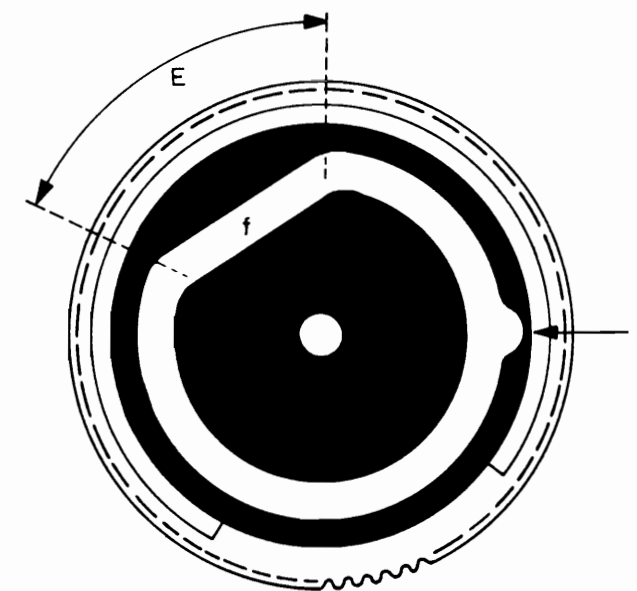

Fig. 2
De rol pos. 105 komt uit het arrêr in de onderzijde van de commandoschijf (fig. 2 pos. H), waardoor de gram pos. 103 linksom draait en het aandrijfwiel pos. 101 in aanraking blijft met de motoras.
De rol pos. 105 valt in het arrêr (fig. 2 pos. H), waardoor de draaiplaat pos. 103 terugdraait en het aandrijfwiel pos. 101 van de motoras wordt gelicht. De commandoschijf staat nu stil. De nok op de beugel pos. 88 is tevens uit een van de groeven a, b of c zodat de beugel pos. 88 met de hierop bevestigde p.u. arm vrij kan draaien. Tegelijkertijd wordt de nok op de p.u. armlift pos. 90 door de schuin aflopende rand